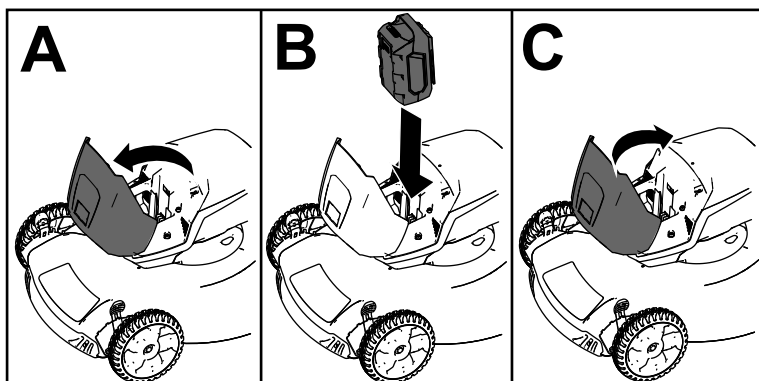

Figura 12
2. Levante la tapa del compartimento de la batería (Figura 12, A).
3. Alinee el hueco de la batería con la lengüeta de la máquina, e introduzca la batería en el compartimento hasta que se enganche en su sitio (Figura 12, B).
4. Cierre la tapa del compartimento de la batería (Figura 12, C).